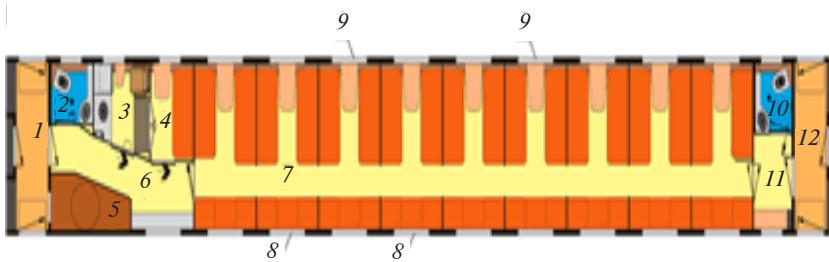

Рис. 5.4. Схема плацкартного вагона:
- коридоры некотлового и котлового концов вагона и котельное отделение (рис. 5.4).